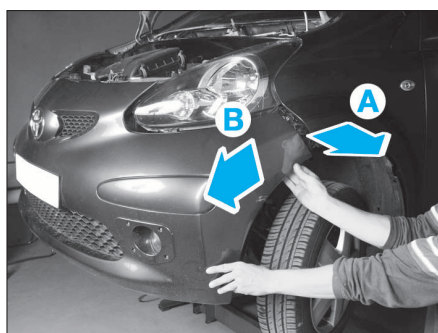

FIG. 4
- Déclipser le bouclier AV (Fig.4), puis le tirer en (A) et (B).